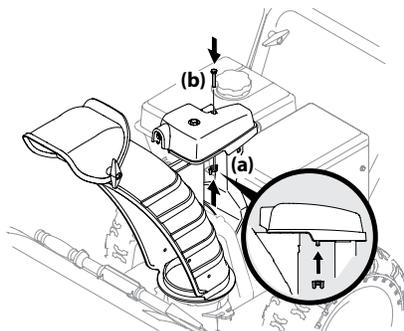

Figure 2-15
3. Fixez la tête de commande au support à l'aide de l'écrou papillon (a) et du boulon (b) retirés à l'étape 1. Voir Figure 2-15.